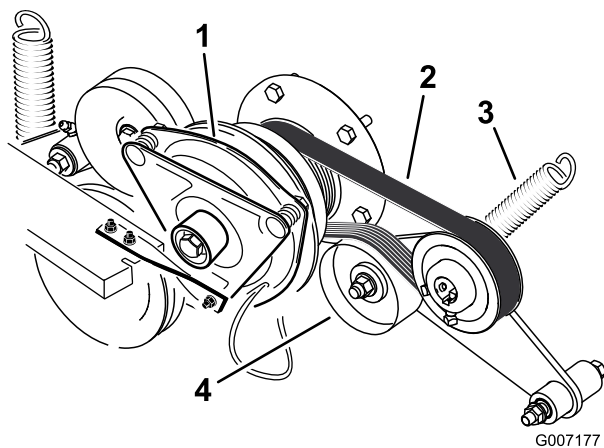

Bild 68
3. Entfernen Sie die Feder vom Spannarm (Bild 68).
4. Legen Sie einen neuen Riemen um die Motor- und Hydraulikpumpenscheiben (Bild 68).
6. Haken Sie die Feder wieder in den Spannarm ein (Bild 68).